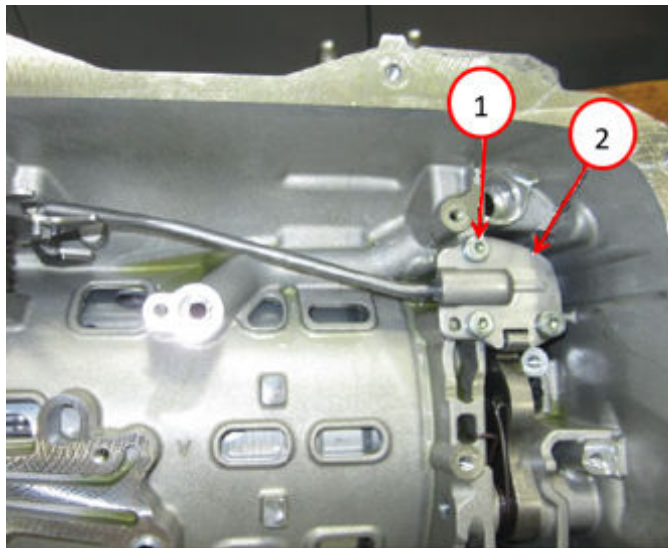

**Fig. 17**
24. Remove the B clutch spring damper Fig. 17.